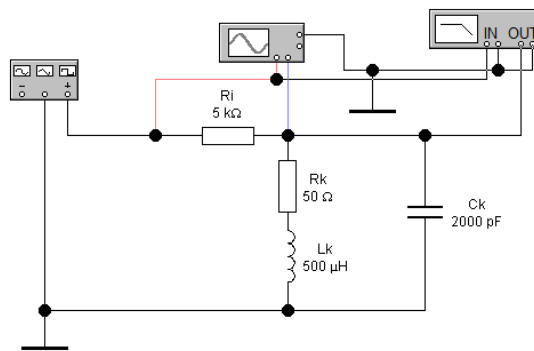

Рисунок 2 - Схема исследования частотных характеристик параллельного колебательного контура
1. Собрать схему электрической цепи (рисунок 2).